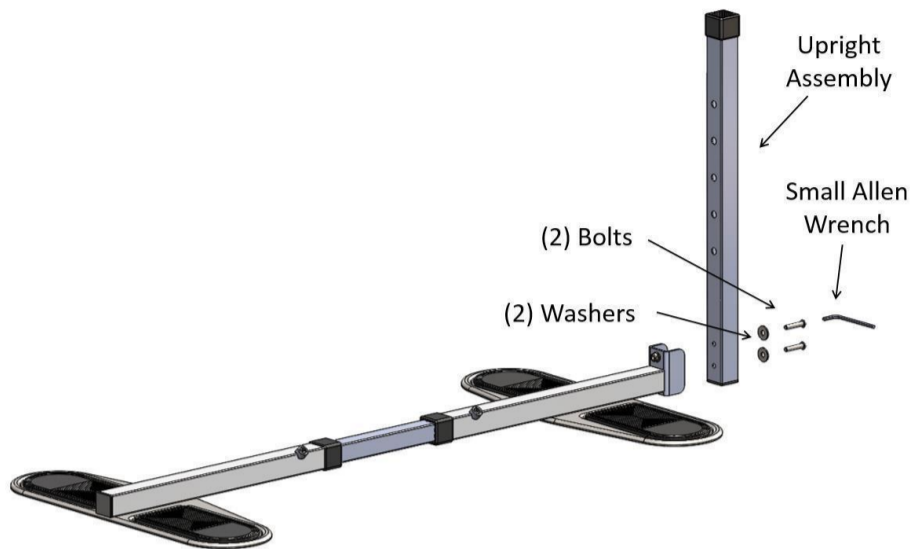

FIGURE 4
4. Fixez l' assemblage du montant à l'assemblage avant de la base avec la petite clé Allen, 2 boulons et 2 rondelles comme illustré à la figure 4.